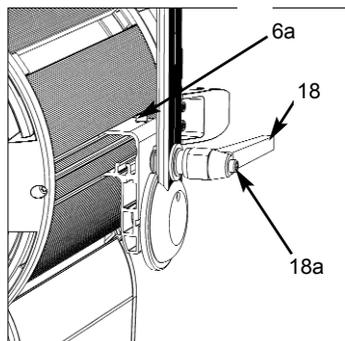

Abb. 3 / figure 3
- Bei Lieferung befindet sich der Haltebügel (2) in Ausgangsposition (Bügel umschließt Linse).
- Schrauben an der Bügelhalterung (6a, Abb. 3) beidseitig mit Torx-Schraubendreher Nr. 25 leicht lösen, Bügel bis zur Linsenfassung (12) vorziehen (entfällt bei T1).
- Klemmhebel (18) lockern und Haltebügel nach oben schwenken.
- Zur Einstellung des idealen Schwerpunkts Haltebügel mittig zur Markierung "Centre" (17) verschieben. Ziehen Sie dann die Schrauben an der Bügelhalterung (6a) wieder fest (entf. bei T1).
- Schwenken Sie nun den Haltebügel in die gewünschte Neigeposition. Klemmhebel wieder festziehen. Zur besseren Bedienbarkeit lässt sich die Position des Klemmhebels durch Drücken des Knopfs am Klemmhebel (18a, Abb. 3) verändern.
- Den Stativzapfen (1) und das Distanzstück (1a) auf die Bohrung im Haltebügel aufsetzen, Schraube mit Scheibe und Federring eindrehen und mit Drehmomentschlüssel auf **50Nm** festziehen.
- On delivery the stirrup (2) is tilted to the front.
- Slightly loosen the screws in the stirrup bearing (6a, figure 3) on both sides with the No. 25 torque wrench and pull it towards the lens door (12).
- Loosen the tilt lock lever (18) and tilt the stirrup upwards.
- In order to position the stirrup at the ideal balance point move it to the center marking (17) on the side of the lamphead. Then tighten the screws at the stirrup bearing (6a).
- Tilt the stirrup to the desired angle and tighten the tilt lock lever. For better leverage, press the knob (18a, figure 3) on the tilt lock lever and turn the lever into the desired position.
- Place the spigot (1) and the spacer (1a) onto the boring in the stirrup, insert the screw with washer and spring washer and fasten it with the torque wrench to **50Nm / 37 foot pounds of torque**.